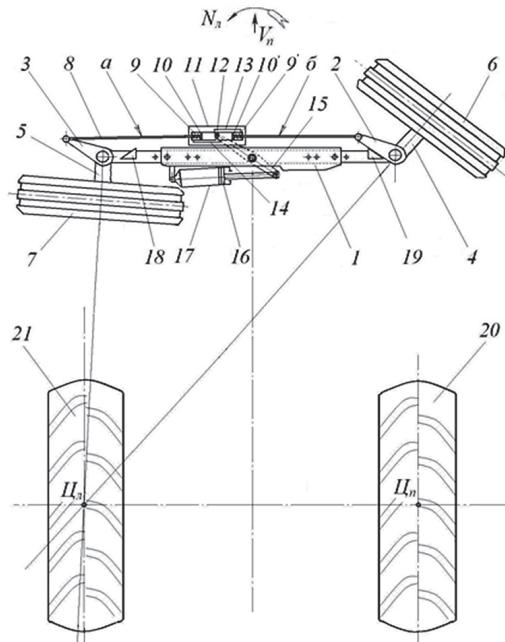

Рис. 1. Схема трактора, снабженного передним мостом с изменяющейся рулевой трапецией.
**Результаты и обсуждения.** Разработанный в СКБ «Трактор» передний мост с изменяющейся рулевой трапецией содержит (рис.1) рулевую трапецию переднего расположения, состоящую из неподвижной балки 1 передней оси, двух одинаковых рычагов 2, 3 поворотных цапф 4, 5 правого 6 и левого 7 управляемых колес, связанных между собой передней разрезанной симметричной тягой 8.
При прямолинейном движении трактора (рис. 1) под действием силы сжатия пружины 9, 9' диски-поршни 10, 10' возвращаются в исходную позицию, т.е. они упираются в перегородку 12 общей обоймы 11 и оба 6, 7 управляемые колеса двигаются прямолинейно.